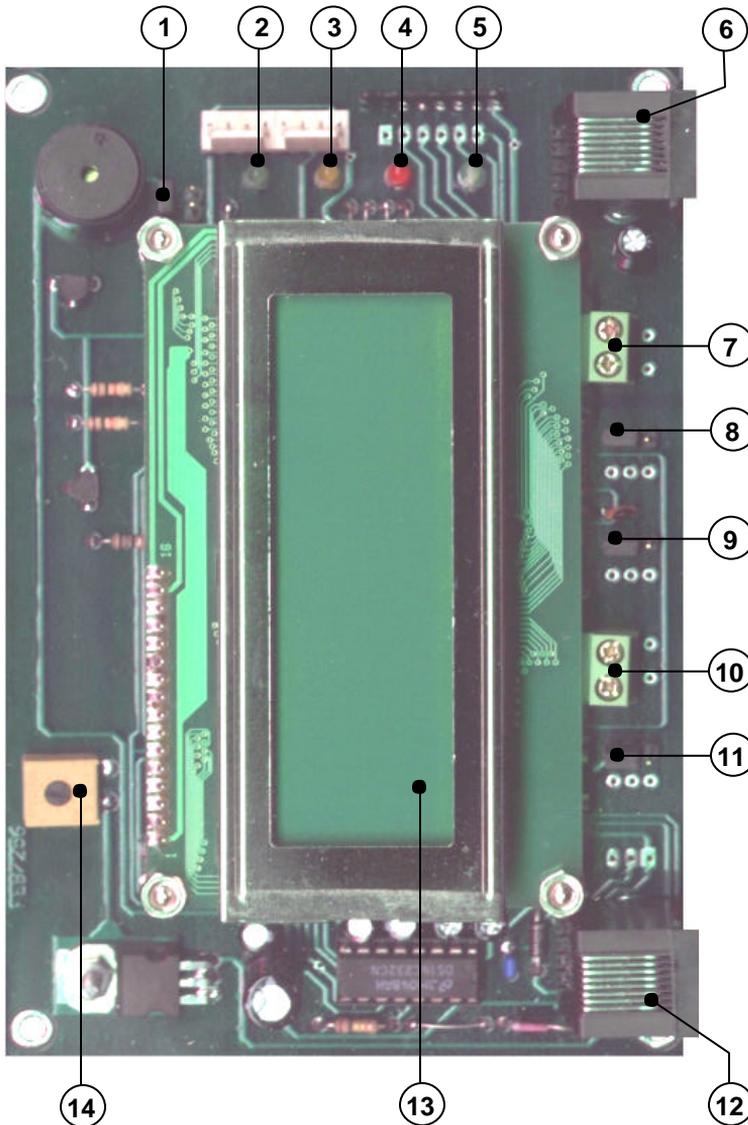

Figura 2.1. Vista superior del Driver para lectores de tags AIT.
La figura 2.1 muestra la vista superior del Driver para lectores de tags AIT. Las referencias de esta figura se presentan en la siguiente tabla:
Referencias de la figura 2.1.
El Driver presenta 8 modos de funcionamiento (Modo 0 a Modo 7). Los mismos se seleccionan con los jumpers J1, J2 y J3 (referencias 11, 9 y 8 de la figura 2.1, respectivamente). Básicamente, cada modo es una configuración distinta de los intervalos de tiempo que determinan el comportamiento del Driver ante las distintas situaciones de lectura. Los intervalos de tiempo configurables son los siguientes:
De esta forma, para que un tag sea considerado válido, deberá permanecer en el campo un tiempo mayor a la **demora de tag válido**, pero no podrá estar por un tiempo mayor a la **latencia** sin que sea detectado el vehículo en alguna de las espiras. Por supuesto, si se supera la máxima cantidad de tags dentro del campo (10), ningún nuevo tag será memorizado hasta que no se dé de baja de la memoria alguno de los presentes. Esta situación es indicada por el LED de máxima cantidad de tags en el campo (referencia 4 de la figura 2.1).